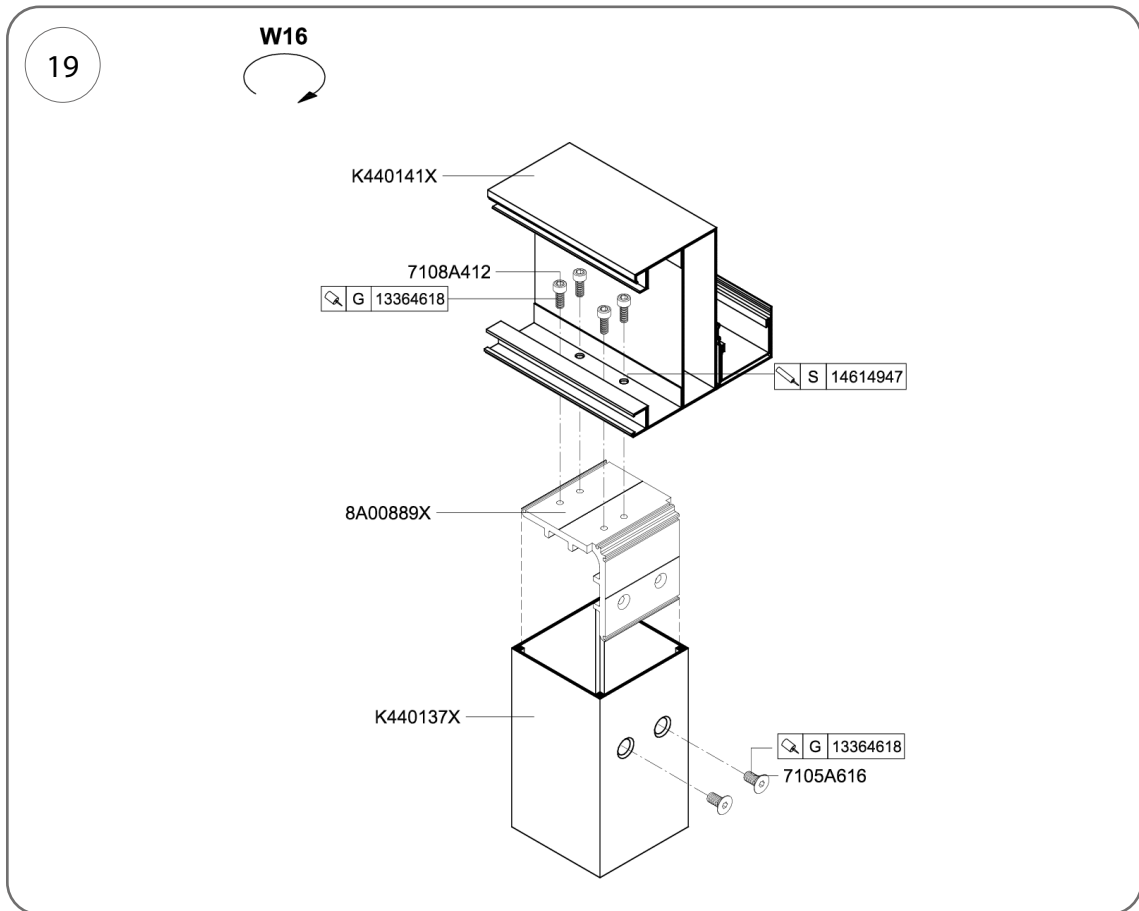
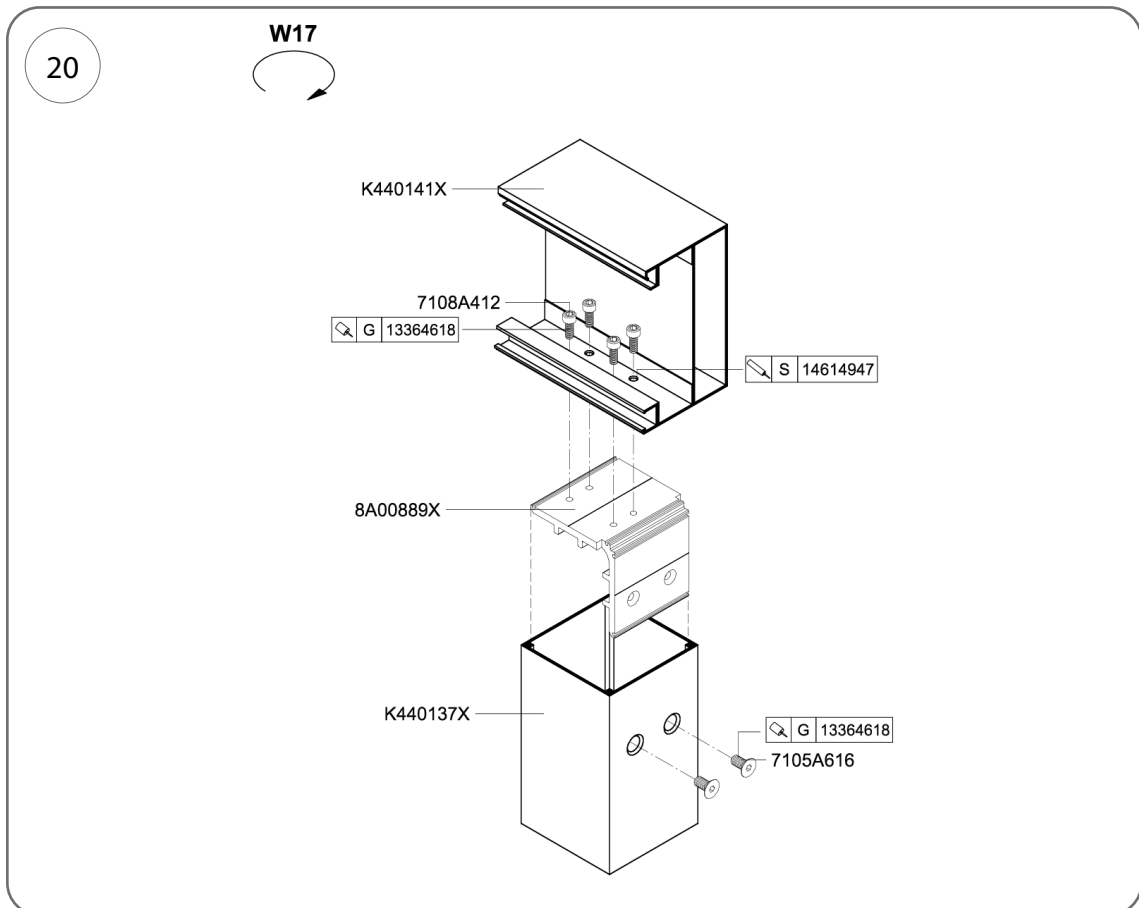

Abb. 19
Abb. 20
- Vor der Befestigung des Zwischenpfostens an der Konsole muss an dessen oberem Ende mit 2 Schrauben M12x30 mm (Kat.-Nr. 7105A616) die Pfostenverbindung Kat.-Nr. 8A00889X befestigt werden (Abb. 19, Abb. 20).
3. Befestigen Sie das Sparren- oder Pfettenprofil mit 4 Inbusschrauben M8 x 20 mm, Art.-Nr. 7108A412, an der im Pfosten eingesetzten Halterung, Art.-Nr. 8A00889X (Abb. 19 und Abb. 20).